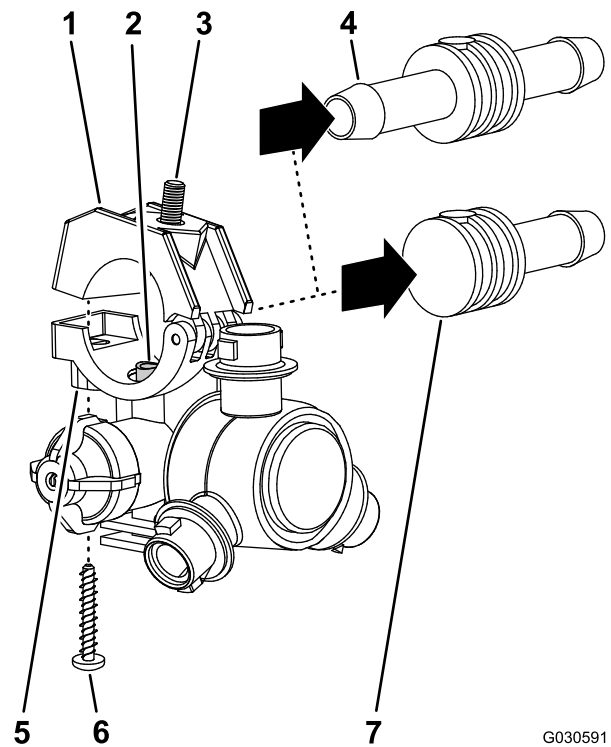

**Figure 71**
1. Sur la section de rampe centrale, retirez le contre-écrou à embase qui fixe la buse de pulvérisation à son support (Figure 70 et Figure 71).
3. Déposez la buse de la section de rampe centrale (Figure 70 et Figure 71).